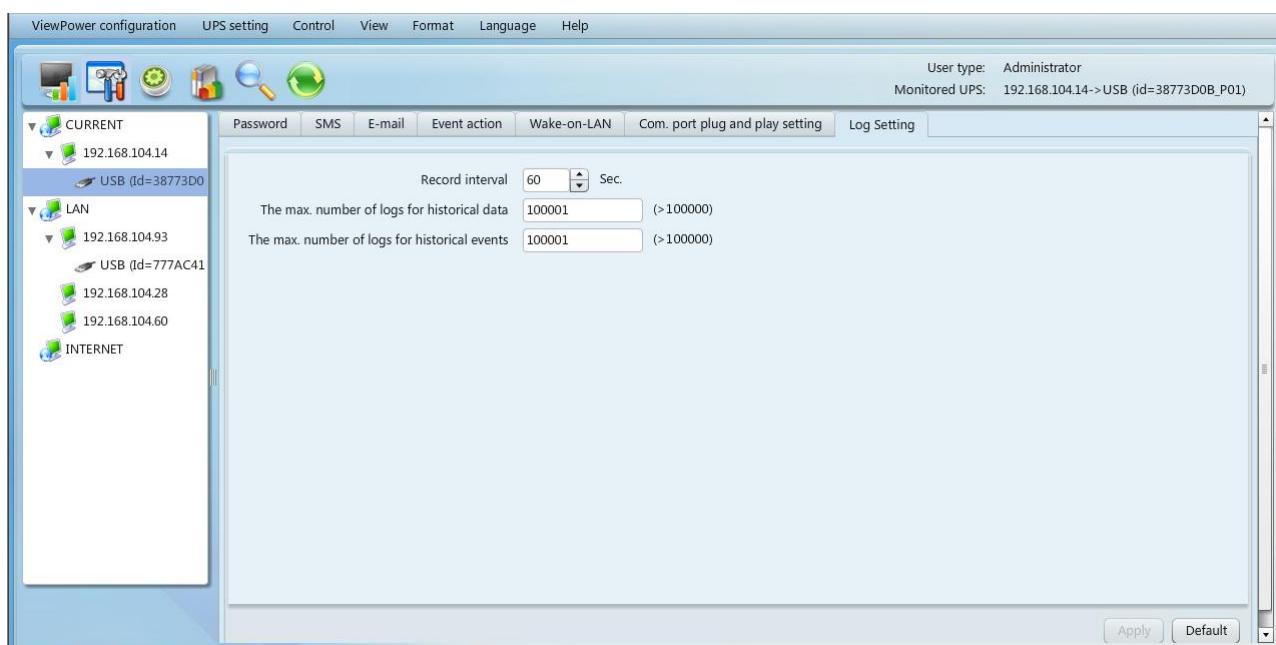

图 5-9
- 点击<ViewPower configuration> -> <Log setting>。如图 5-9 所示。